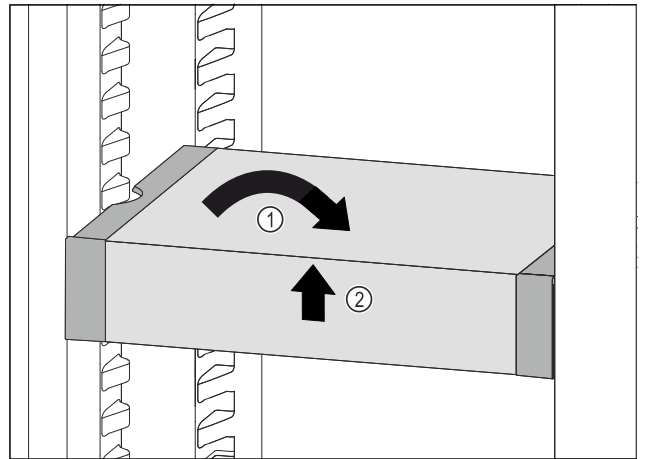

Fig. 115
- ▶ Állítsa egyenesbe a VarioSafe fiókot. Fig. 115 (1)
- ▶ Elöl emelje meg a VarioSafe fiókot. Fig. 115 (2)